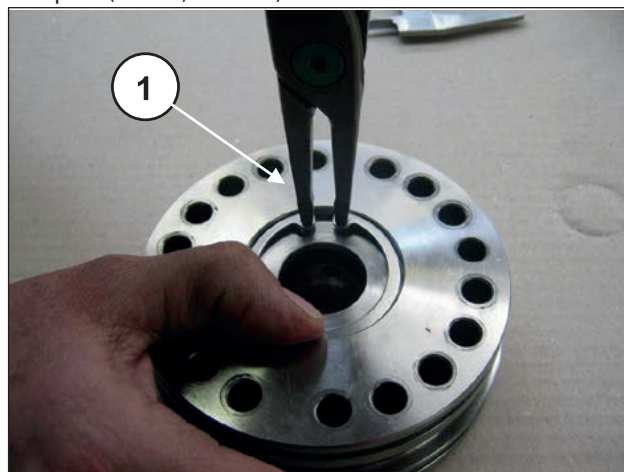
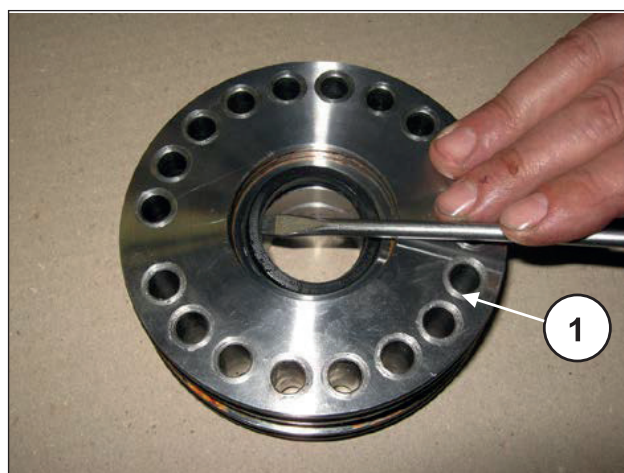

Рис. 190
Рис. 191
Снимите стопорное кольцо и кольцо, удерживающее уплотнения (поз. ①, Рис. 190), с опоры уплотнения НД, и извлеките уплотнение НД (низкого давления) с помощью отвертки (поз. ①, Рис. 191).